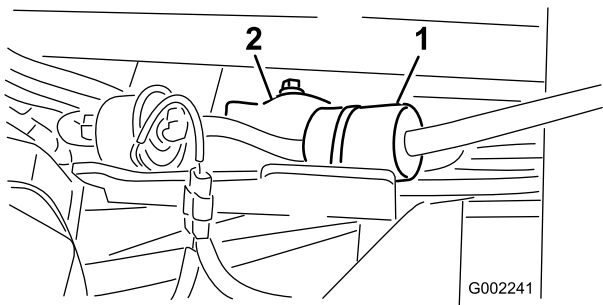

Figura 45
- 4. Afloje las abrazaderas y deslícelas por el tubo, alejándolas del filtro (Figura 45).